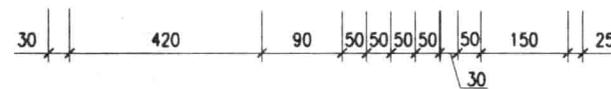

图1-13 尺寸数字的注写位置
4. 尺寸数字一般应依据其方向注写在靠近尺寸线的上方中部。如没有足够的注写位置，最外边的尺寸数字可注写在尺寸界线的外侧，中间相邻的尺寸数字可错开注写（图1-13）。